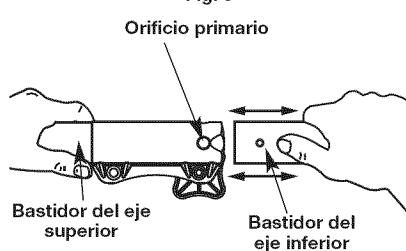

Fig. 4
- A la vez que sostiene firmemente el accesorio de corte u otro accesorio, empujelo derecho hacia el interior del acoplador Convertible™ hasta que el botón de desconexión encaje sólidamente en el orificio principal (Fig. 4).
- A la vez que sujeta la caja del eje superior, tire del accesorio de corte o cualquier otro accesorio recto hacia afuera del acoplador Convertible™ (Fig. 4).